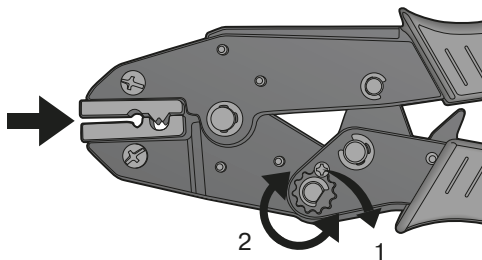

Fig. 12. Justera gapet
Gapet får inte vara större än 1,2 mm, kontrollerat med skjutmått eller bladmått. Om gapet behöver justeras, se fig. 12: pressa handtagen tills det har klickat 7–8 gånger och låst sig i position. Ta bort skruven (1) och justera ratten (2) 1–2 steg. Sätt tillbaka skruven, pressa ihop handtagen helt och kontrollera gapet. Om det är korrekt, dra åt skruven. Om verktyget inte kan justeras tillfredsställande eller uppvisar tecken på överdrivet slitage eller skador, ska det bytas ut.